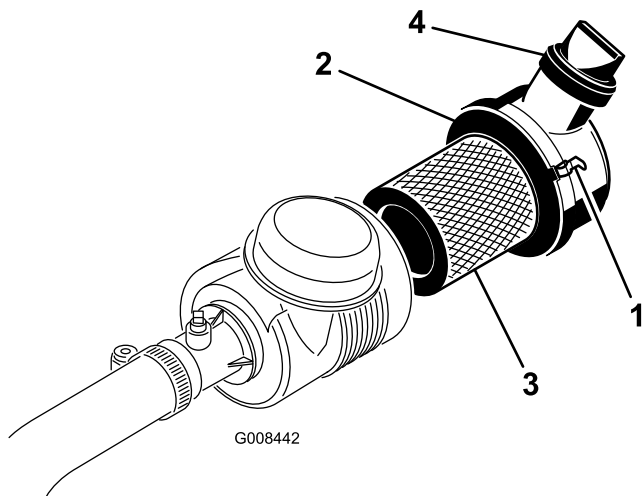

図 38
1. エアクリーナのカバーをボディーに固定しているラッチを外す(図 38)。
6. カバーを取り付け、ラッチを掛ける(図 38)。